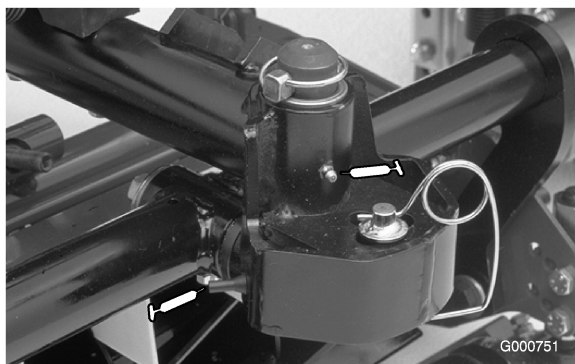

Figura 29
- Bastidor de tiro de la unidad de corte y pivote (2 por unidad de corte) (Figura 29)